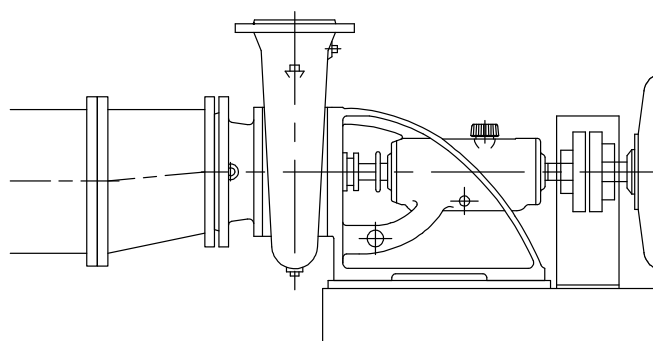

図 2.3-1 偏心テーパ管による吸込配管例
- (1) 吸込側及び吐出側の配管を行う場合は、ポンプに配管からの力がかからないようにして下さい。ポンプに配管からの力が加わると、ポンプの異常振動や破損の原因となります。
- (2) 配管を設計する場合、吸込配管の諸損失を最小にするように注意し、急激な断面変化や急激な曲りを避け、流速は3m/s以下になるよう管径を決定して下さい。
- (3) 吸込配管は空気溜りができないように、吸上配管の場合はポンプに向かって上り勾配として下さい。
- (4) 吸込配管とポンプ吸込口の口径が異なる時は図2.3-1のように偏心テーパ管を接続し、空気溜りができないようにして下さい。